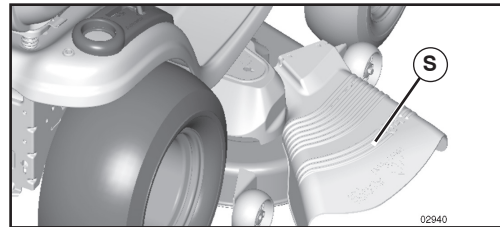

FIG. 8
## POUR UTILISER LA TONDEUSE (Voir la Fig. 8)
- Pour tondre une grande surface, on vous conseille de commencer par tourner à droite, de façon à ce que l'herbe ne soit pas déversée sur les arbustes, les clôtures, les allées, etc. Après un ou deux tours, tondez en sens inverse en tournant à gauche jusqu'à ce que le travail soit achevé (Voir la Fig. 8).